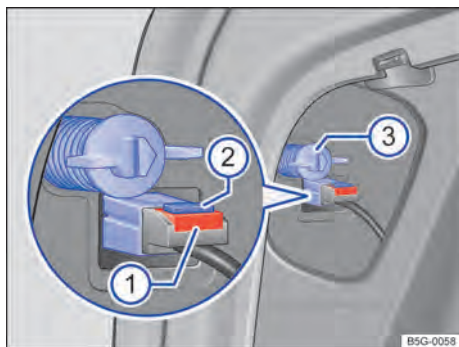

Fig. 202 Lateralmente no compartimento de bagagem: remover a lanterna traseira.
4. Retirar o fusível → Fig. 202 ①. Pressionar o bloqueio → Fig. 202 ② do conector e retirar o conector.
5. Remover o parafuso de fixação com a mão → Fig. 202 ③.
12. Segurar a lanterna traseira na posição de instalação com uma das mãos e apertar o parafuso de fixação com a outra mão → Fig. 202 ③.
14. Encaixar o conector no suporte da lâmpada e introduzir o fusível → Fig. 202 ①.